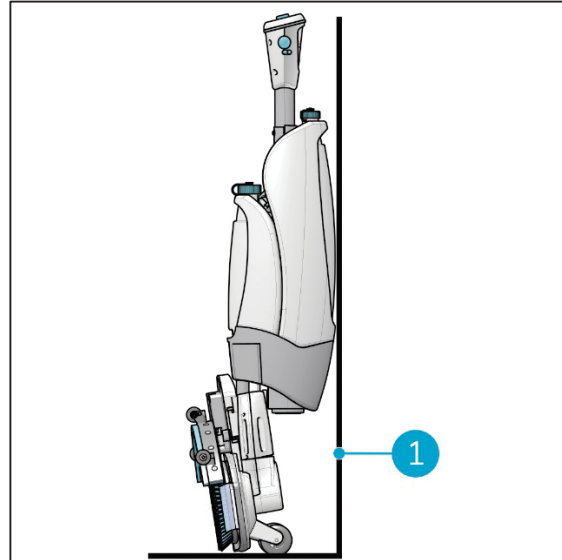

Figure 24
3. Rangez l'i-mop XXL Plus près d'un mur (Figure 24, pos 1) avec la poignée dirigée vers le mur et les brosses orientées loin du mur.